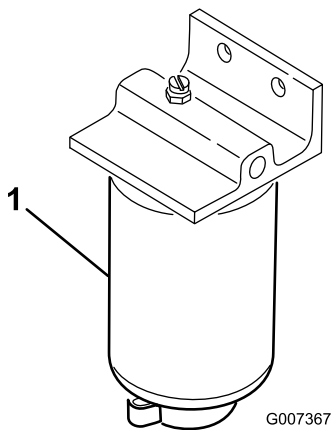

図 38
1. 燃料フィルタの下に汚れのない容器をおく(図 38)。
2. フィルタの取り付け部周辺をウェスできれいにぬぐう(図 38)。